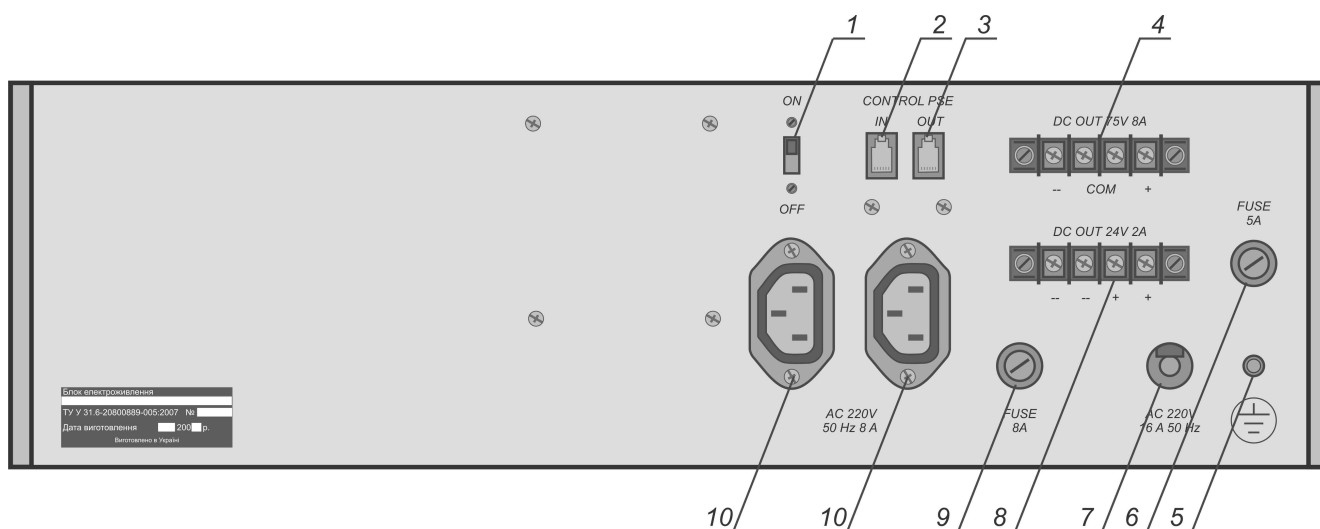

Рисунок 9
9.4 Размещение клемм и гнезд на задней панели блока БРЖ и их назначение приведено на рис. 9